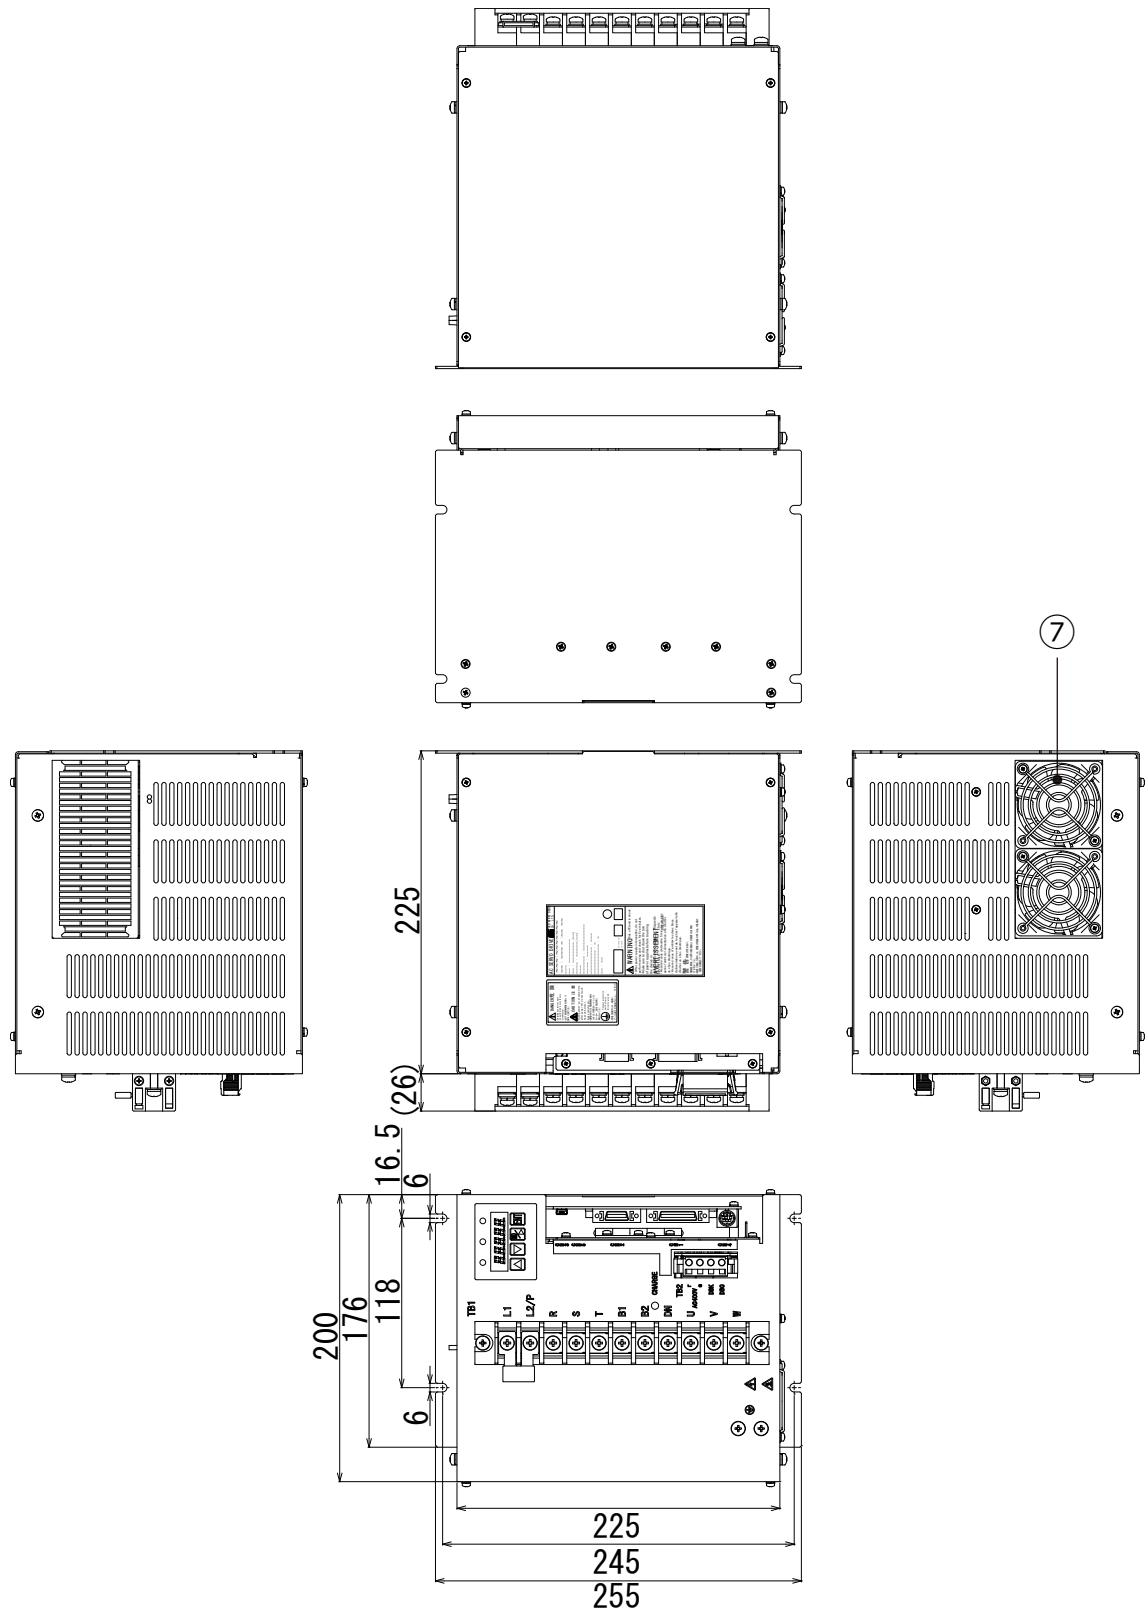

図13-13 400V 7kW装置本体外形図(Type7)
| ⑦ | FAN | 空冷用ファン 「図 13-13 400V 7kW 装置本体外形図 (Type7)」 参照 | |